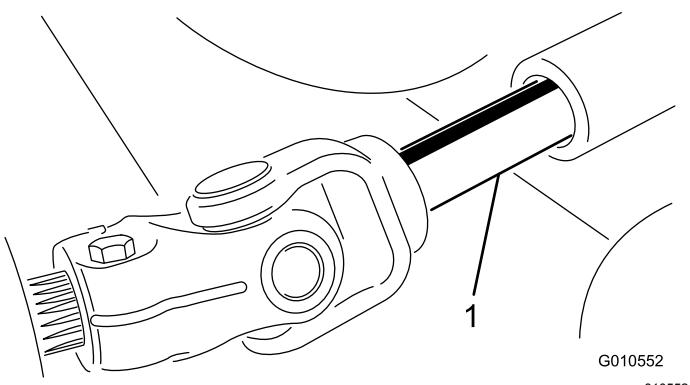

図 25
3. PTO シャフトのオスメスの接続部分を解除して、カッティングユニットをトラクションユニットから引き出す図 25。
3. オスの PTO シャフトとメスの PTO シャフトを接続する図 25。